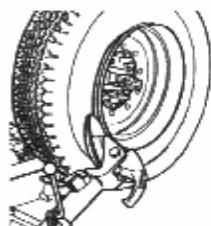

Рисунок 6
9.5. Отделить край шины от обода, для удобства в работе край шины намазать смазкой (рисунок 6)